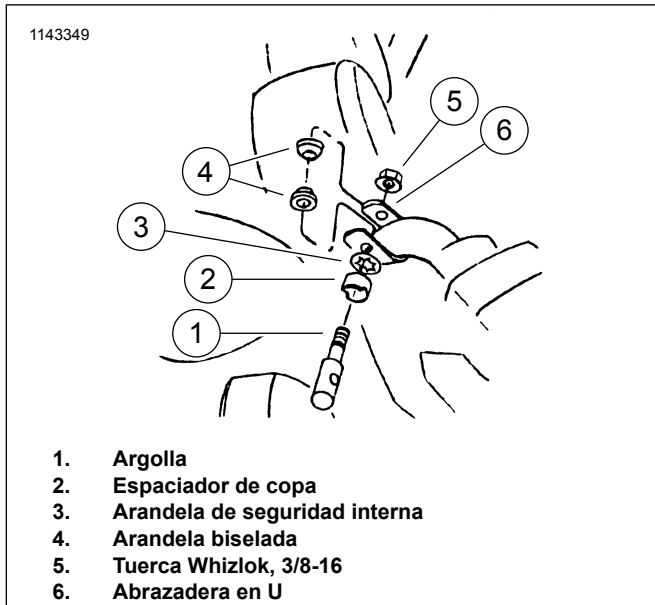

Figura 2. Monte la abrazadera en "U"
2. Vea la Figura 2. Coloque la abrazadera en "U" (6) alrededor del segmento vertical del manillar con el lado abierto de la abrazadera en "U" apuntando hacia adelante.
3. Coloque el espaciador de copa (2) y la arandela de seguridad interna (3) en la argolla (1).
4. Deslice la argolla (1) a través de la parte inferior de la abrazadera en "U" (6) desde el exterior del manillar. Inserte a la vez dos arandelas biseladas (4) en la argolla dentro de la abrazadera en "U" (los biselados apuntando el uno al otro), una a cada lado del manillar.
- Coloque las tuercas whizlok (5) en la argolla (1), pero no las apriete.